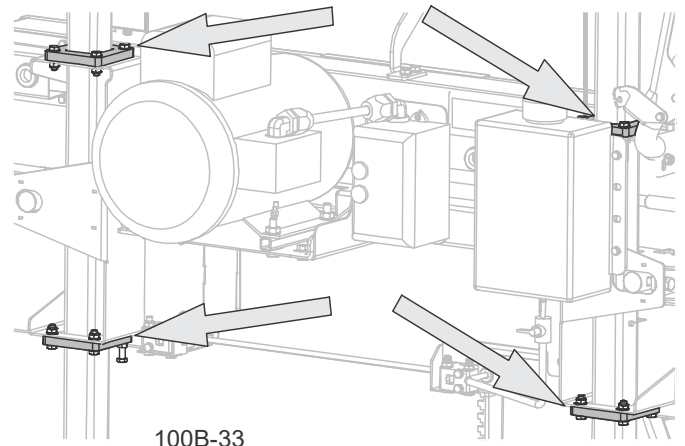

FIG. 4-14
3. Si nécessaire, desserrez les quatre blocs de guidage sur la tête de coupe de façon à ce que les montants puissent se déplacer. (Voir FIG. 4-14 .)